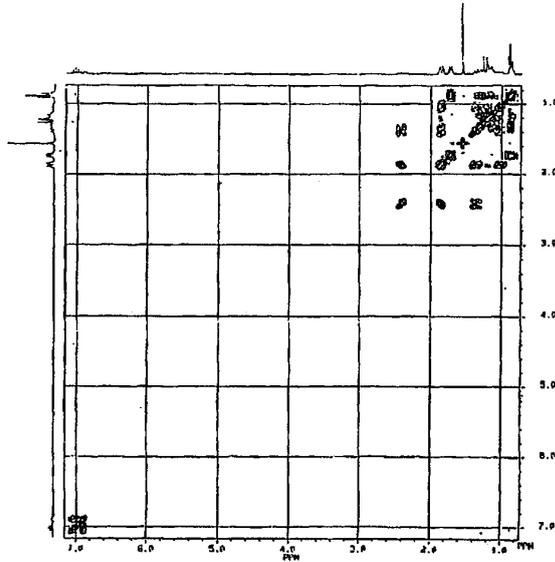

Fig. 4 COSY spectrum of peak 8
사례 (1)에 나타난 GC픽8에 대한 성분을 HPLC 분취하고, 그 분취물 NMR스펙트럼 (^1H , ^{13}C , ^{19}F)을 측정했다. 또한 COSY (Fig. 4), CH-COSY (Fig. 5) (모두 2차원 NMR스펙트럼)을 측정 해석하고, 각부 구조의 연결 상태에 관한 정보를 얻어 전체적으로 정밀한 구조를 밝히게 되었다. Fig. 6에서 GC픽8의 화합물의 추정 구조를 나타낸다.